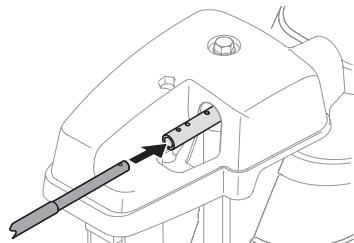

Figura 2-40
- Inserte el extremo redondeado de la varilla de control del canal en el cabezal de control del canal. Empuje la varilla tan lejos dentro del cabezal de control del canal como sea posible, manteniendo los orificios en la varilla orientados hacia arriba. Consulte Figura 2-40.